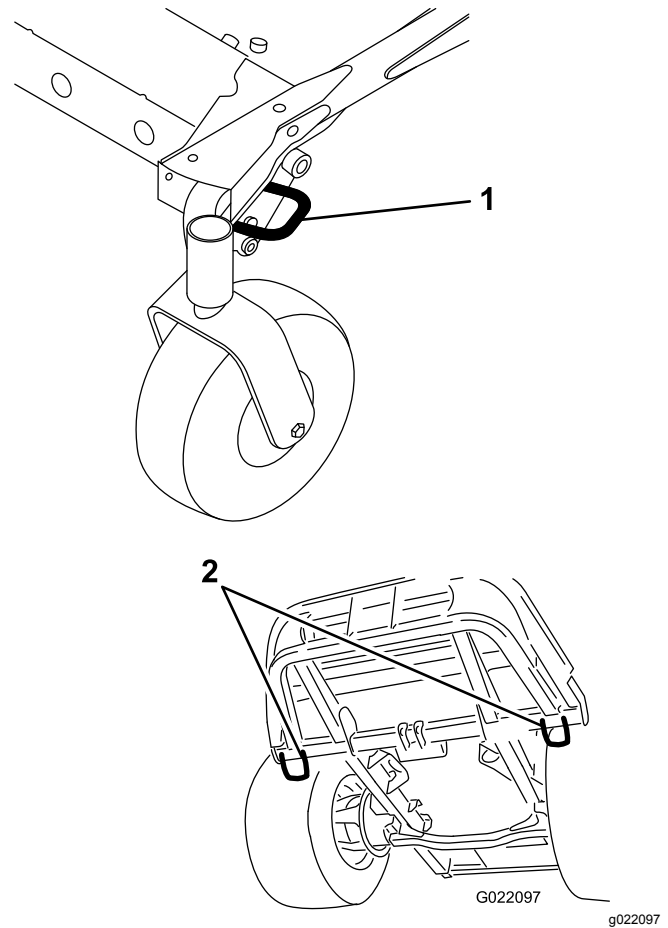

Bild 59
- Befestigen Sie die Maschine mit den gesetzlich vorgeschriebenen Riemen, Ketten, Kabeln oder Seilen am Anhänger oder Pritschenwagen (Bild 59).